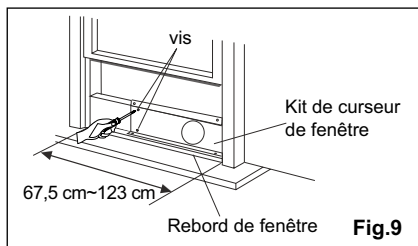

Fig.9
2. Ouvrez le châssis de la fenêtre et placez le kit du curseur de fenêtre sur le rebord de la fenêtre (fig.9). Fixez le kit du curseur de fenêtre au rebord de la fenêtre. Ajustez la longueur du kit du curseur de fenêtre selon la largeur de la fenêtre. Vissez les deux vis sur le kit du curseur de fenêtre. Voir fig.9.